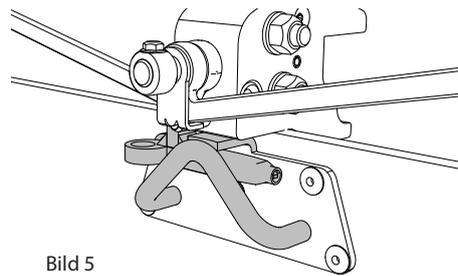

Bild 5
2b/2c (Bild 4/Bild 5)
5. Vor Antritt der Fahrt die ordnungsgemäße Sicherung der Schiebeplane, Haken in den Ösen (Bild 5) und die Arretierung des Getriebes überprüfen.